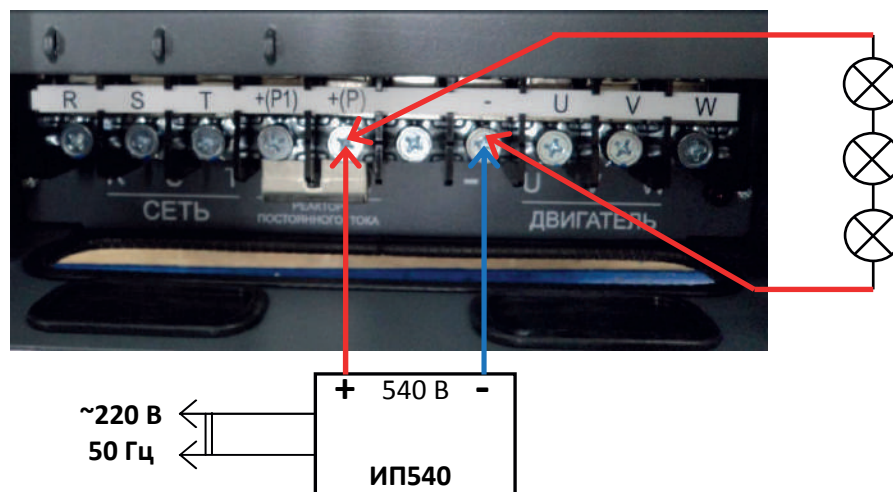

Рис.4.18
4.11.1. Убедиться, что источник ИП540 выключен. Проверить величину постоянного напряжения на силовых клеммах «+(P)» и «-» с помощью мультиметра (3.4.1). Если значение напряжения больше 50 В, присоединить к клеммам «+(P)» и «-» лампы 3.4.6 (рис.4.18) на время 20-30 секунд.